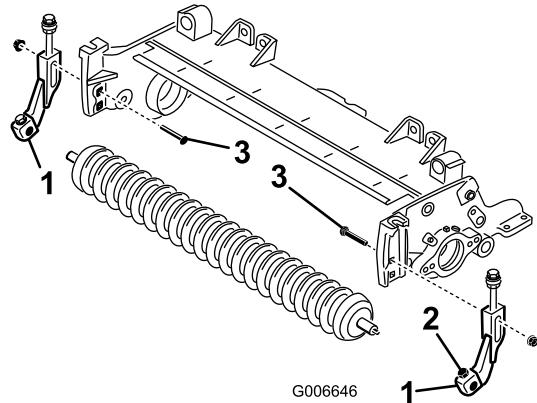

図 20
15. $5/16 \times 1\text{-}1/8$ in キャップスクリュと $5/16$ in フランジヘッドロックナットを使用して、新しい左右刈高ブレケットを、既存の前ローラに取り付ける。刈高ブレケットは図 20 のように組み付ける。
16. 図 20 を参考にして、先ほど外したキャリッジボルトと新しい $3/8$ in フランジナットを使って、各サイドプレートの上側の四角穴に刈高ブレケットを仮止めする。
18. ローラがブラケットの中間にくるように調整し、キャップスクリュとロックナットでブラケットに固定する。図 20。